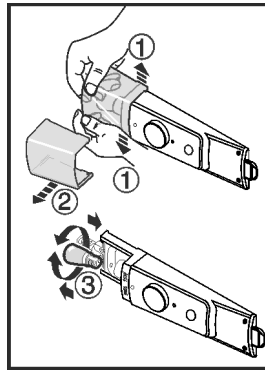

Fig. 10
- ▶ Viduje priekinėje srityje, kaip pavaizduota paveikslėlyje, atitraukite stumdami lempučių gaubtelį Fig. 10 (1) ir jį nuimkite Fig. 10 (2).
- ▶ Pakeiskite lempučių. Fig. 10 (3)